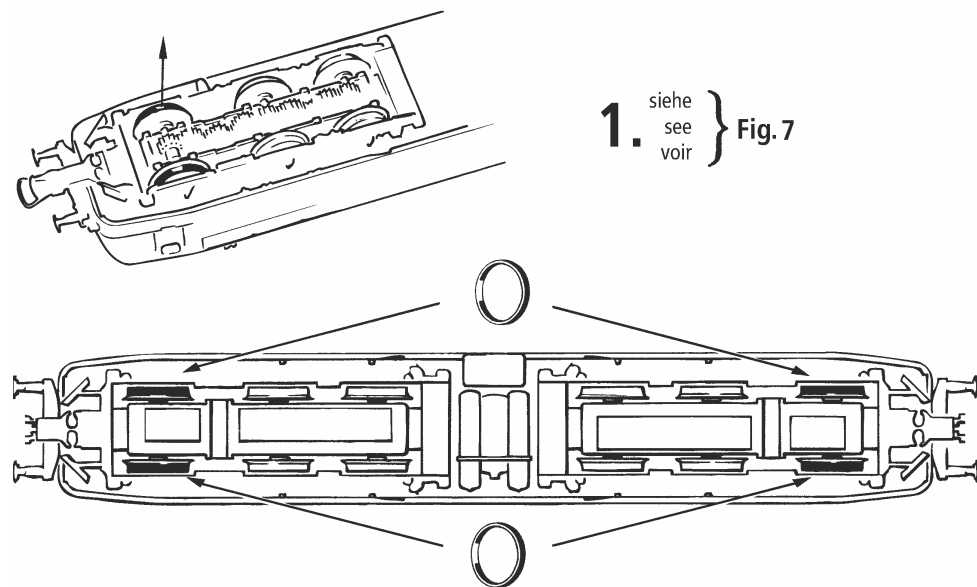

Fig. 10
**1. Reinigung der Radstromkontakte:** Radstromkontakte können auf unsauberen Schienen leicht verschmutzen. Bitte **entfernen Sie vorsichtig** mit einem kleinen Pinsel **den Schmutz** an den in Fig. 10 gekennzeichneten Stellen. Dazu zuerst den Getriebedeckel abnehmen (Fig. 7).
Les lames de contact risquent de s'encrasser rapidement sur des voies poussiéreuses. Veuillez **enlever la poussière** aux endroits marqués à la fig. 10 l'aide d'un petit pinceau souple après avoir démonté la caisse de la locomotive (fig. 7).
**1. Cleaning of wheel contacts:** Wheel contacts easily get dirty on tracks which are not entirely clean. Use a small brush to **remove dirt** from spots marked in fig. 10. Prior to cleaning the remove the gear cover (fig. 7).